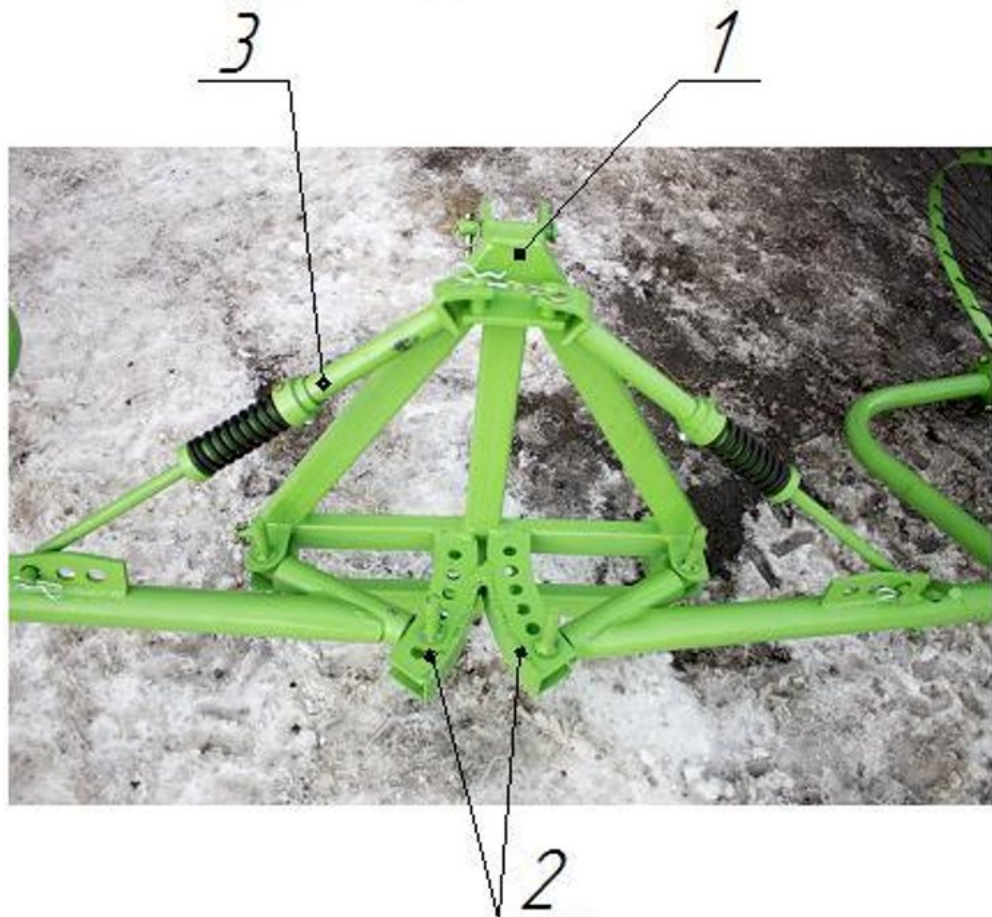

Рис. 5 Навесное устройство
Навесное устройство (рис. 5) служит для установки на него боковых секций и регулировки ширины захвата граблей. Рама навески (1) служит для крепления на рычаги гидравлической навески трактора. В зависимости от выбора одного из шести отверстий на регулировочной пластине (2) меняется разворот боковой секции относительно оси трактора, изменяя и ширину захвата орудия соответственно. Положение секции фиксируется стопорящими пальцами. Высота колес относительно поверхности почвы регулируется фиксацией тяг (3) с установленными на них пружинами в нужное отверстие на боковых секциях. В нужном положении тяга стопорится пальцем с пружинным шплинтом.